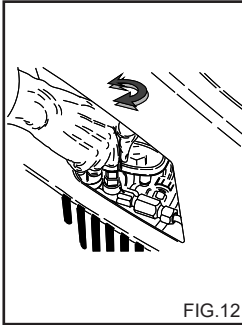

FIG.12
Trykkregulatoren, fig. 12 gjør at brukeren kan regulere arbeidstrykket. Når knapp C vris moturs (B) (minimum), reduseres driftstrykket.